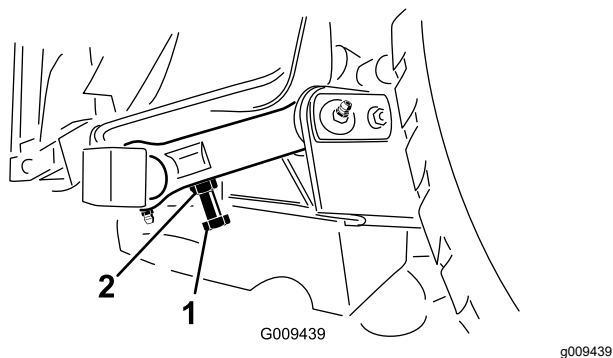

図 29
3. 距離の調整が必要な場合は、カッティングユニットの後ピボットリンクについている調整ボルトを使用する 図 29。